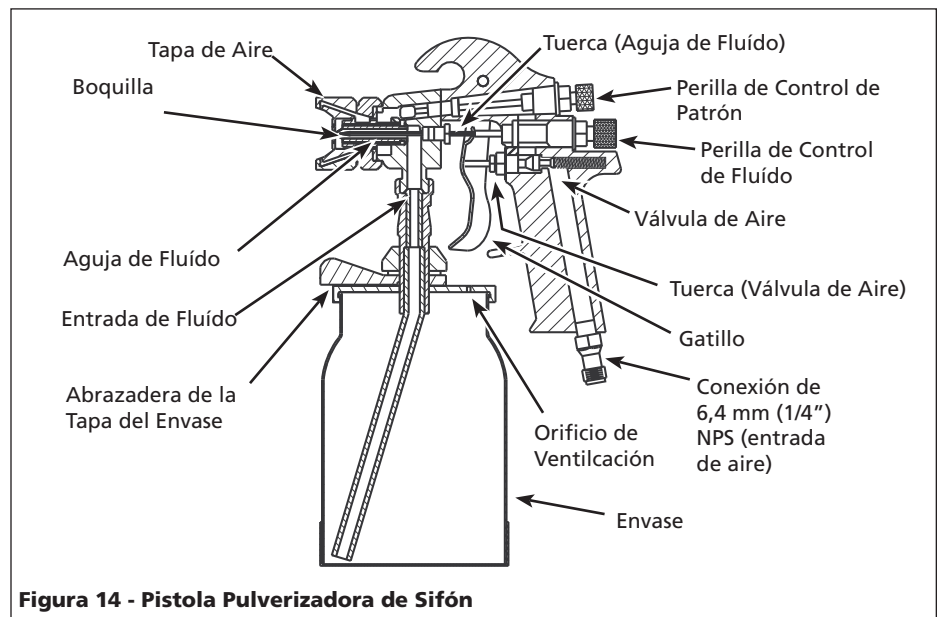

Figura 14 - Pistola Pulverizadora de Sifón
5. Sáquele las tuercas que sostienen los empaques y reemplácelos SOLO si no puede eliminar la fuga de material después de apretar las tuercas (Vea la Figura 14). No apriete demasiado estas tuercas ya que podría restringir el movimiento de la aguja.